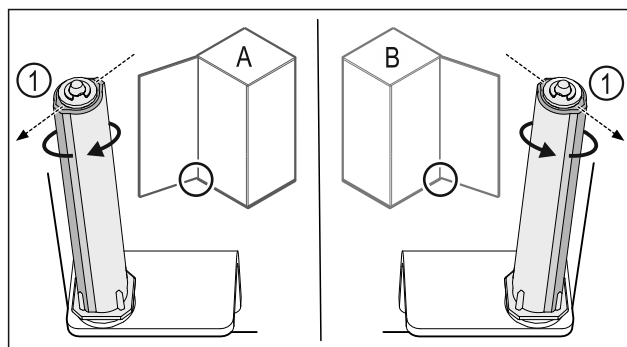

Fig. 38 Bal oldali ütköző (A) / Jobb oldali ütköző (B)
- Forgassa el a zárrendszert az ellenállással szemben, amíg a zárrendszer Fig. 38 (1) támasztója kifelé nem mutat.